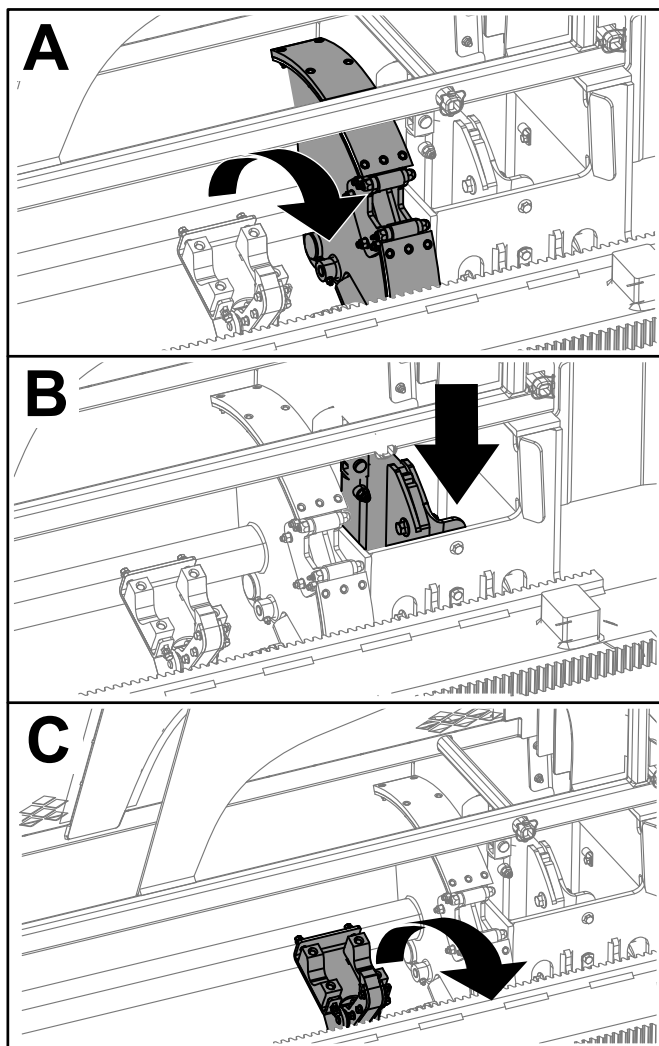

Figura 10
3. Mantenga pulsada la sección inferior del interruptor basculante (Figura 9) hasta que ocurran las 3 cosas siguientes (Figura 10):